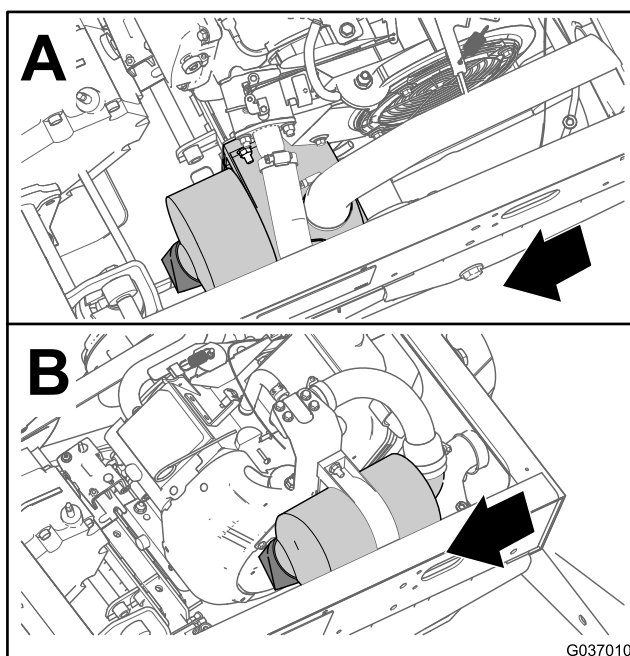
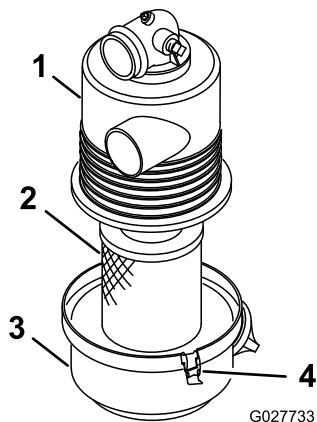

Figure 29
Figure 30
2. Vérifiez si le boîtier du filtre à air présente des dommages susceptibles d'occasionner des fuites d'air (Figure 29 et Figure 30).
3. Desserrez les attaches qui fixent le couvercle sur le boîtier du filtre à air (Figure 30).
4. Séparez le couvercle du boîtier du filtre à air et nettoyez l'intérieur du couvercle (Figure 30).
3. Insérez l'élément filtrant dans le boîtier du filtre à air (Figure 30).
4. Alignez le couvercle du filtre à air sur le boîtier (Figure 30).
5. Fixez le couvercle au boîtier avec les attaches (Figure 30).